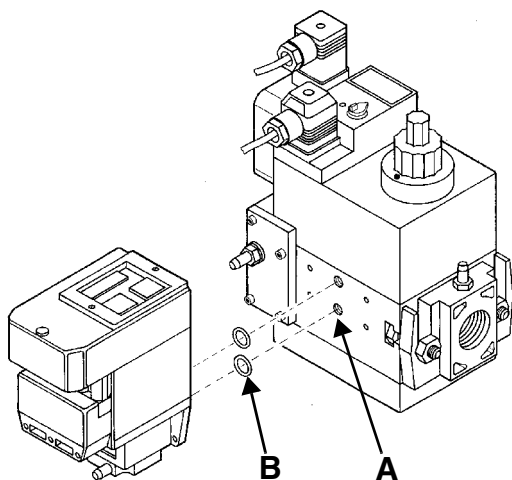
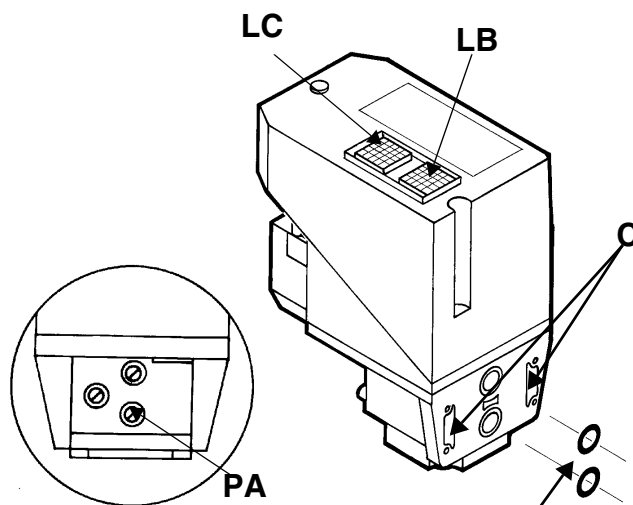

Fig. 46
Fig. 47
- 3 quitar los tornillos de cierre del grupo Multibloc (Fig. 46-A);
- 4 colocar los anillos de estanqueidad (10,5 x 2,25) en el VPS 504 (Fig. 47-B, Fig. 46-B);
- 5 apretar los 4 tornillos de control de estanqueidad (M4 x 16) Fig. 46-C.
Si se desea realizar un control, introducir un manómetro en la toma de presión **PA** en Fig. 47. Si el ciclo de prueba resulta positivo, después de algunos segundos se enciende la lámpara de consenso **LC** (amarilla). En caso contrario se enciende la lámpara **LB** de bloqueo (roja). Para reiniciar es necesario desbloquear el equipo presionando el pulsador luminoso **LB**.